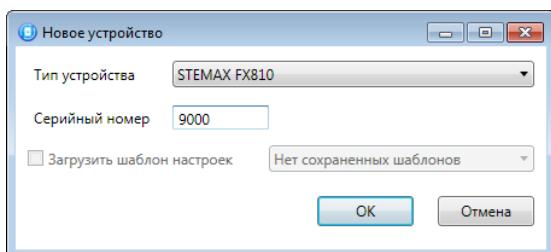

Рис. 4.8. Окно Новое устройство
- в открывшемся окне Новое устройство (Рис. 4.8):